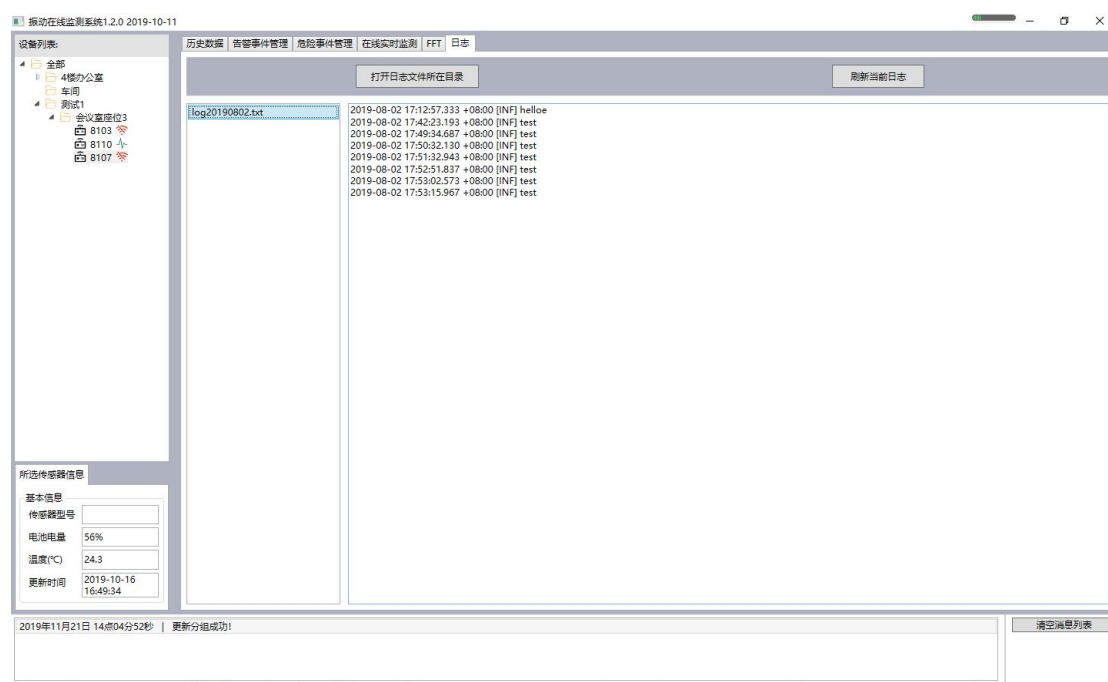

图 11
2. 选定单个日志文件并且显示（图 11）
1. 当用户进行某些操作的时候，提示信息会在消息列表中显示（图 11）